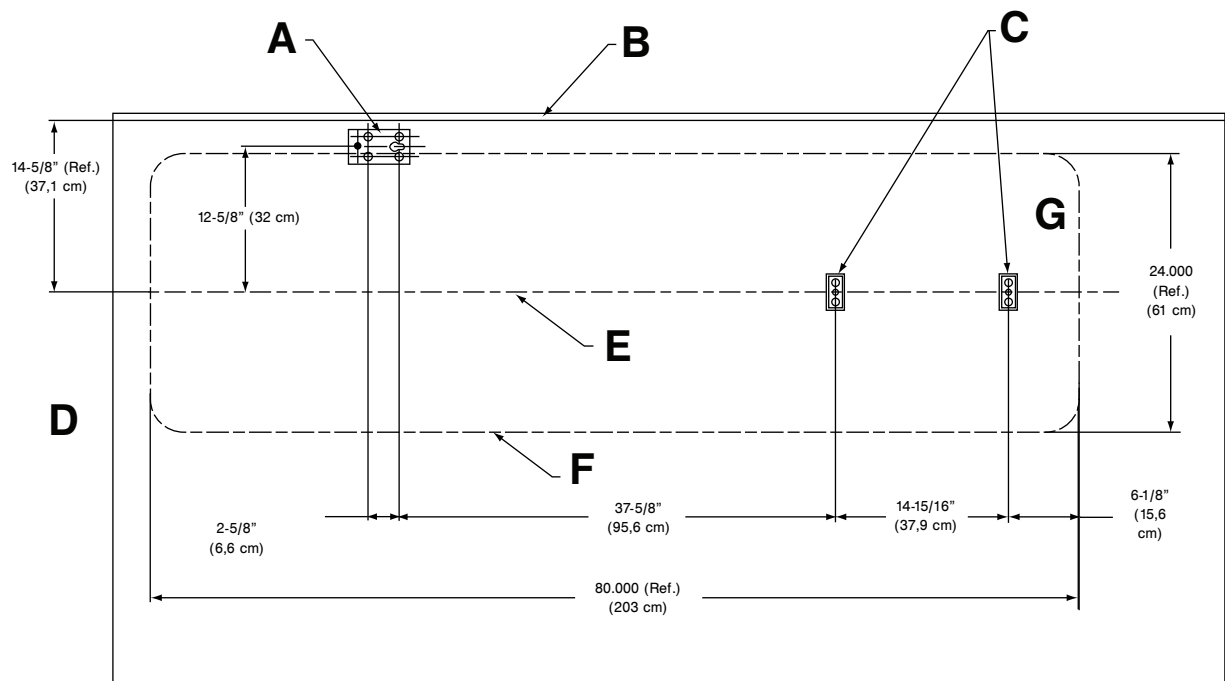
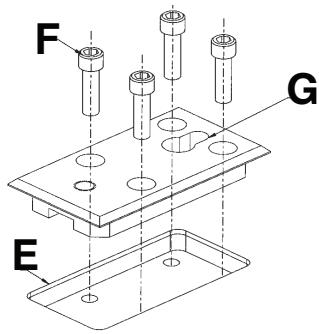

Figura 8 – Ubicaciones de la instalación de la placa de suelo
Figura 11 – Anclaje de la placa de suelo y puntos de posicionamiento
2. Mediante las dimensiones mostradas en Figura 8, localice y perforo los puntos donde se fijarán las placas de suelo.
5. Mediante las dimensiones mostradas en Figura 8, sitúe y perforo los cuatro puntos donde se fijará la placa de suelo de la abrazadera de soporte del raíl. Corte una abertura (E) de 2 1/2 in x 5 in x 9/16 in (6,35 x 12,7 x 1,43 cm) de profundidad en el suelo centrada sobre los puntos de posicionamiento (Figura 11).
6. Con cuatro tornillos de cabeza cilíndrica Allen de 3/8 in de diámetro (F), ancle la placa de suelo en las aberturas empotradas con los orificios escariados mirando hacia arriba (G) (Figura 11). El orificio en ojo de cerradura debe mirar hacia la parte delantera del vehículo.
- Se suministra un juego de placas de suelo adicionales con la sujeción modelo 6377 para permitir una colocación alternativa en cualquier parte del suelo del compartimento para pacientes. Los requisitos de espacio de la camilla son los mismos que se muestran en la Figura 8. Repita el procedimiento anterior para instalar las placas de suelo en una posición alternativa.